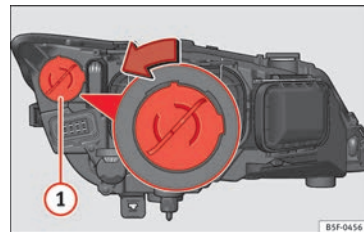

Fig. 104 Lâmpada da luz diurna.
- Rode o porta-lâmpadas » Fig. 104 ① para a esquerda e puxe.